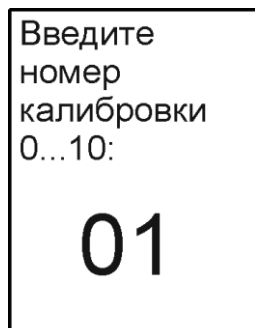

Рисунок 10 — Выбор текущей калибровки
- нажатием кнопки $\leftarrow$ войти в подменю и кнопками $\uparrow$, $\downarrow$ выбрать номер калибровки (рисунок 10);